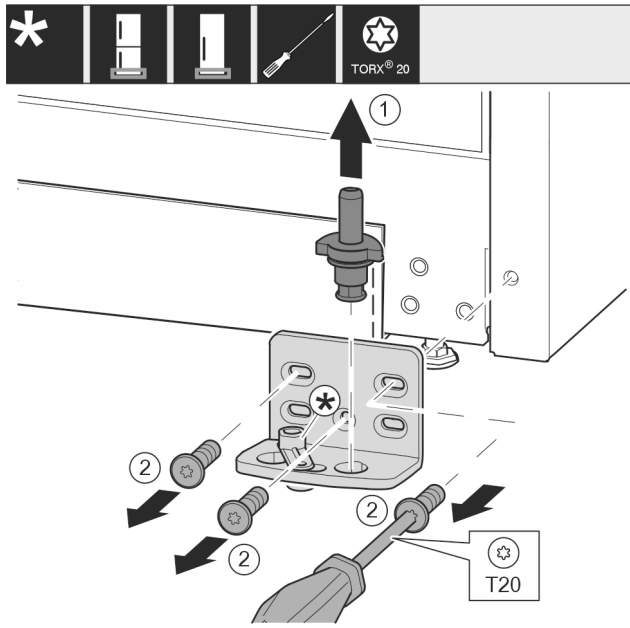

Fig. 13
- Nxirrni jashtë komplet bazamentin mbështetës nga lart. Fig. 13 (1)
- Nxirrni jashtë vidat me një kaçavidë T20 dhe hiqni bazamentin mbështetës. Fig. 13 (2)